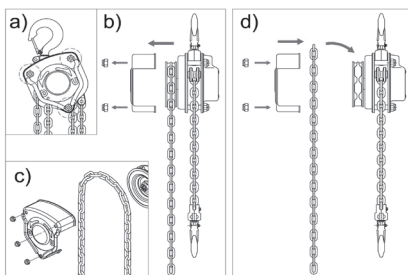

Fig. 4
- Das Hebezeug, einschließlich der Lastkette und der Haken, darf nicht von unbefugtem bzw. nicht autorisierten Personal auseinandergelegt oder repariert werden, mit Ausnahme der Entfernung der Schutzabdeckung der Handkette, die für deren Austausch durch den Benutzer erforderlich ist. Bei nicht autorisierten Demontagen oder Reparaturen haftet Beta Utensili nicht für alle daraus entstehenden Folgen. Hinweis: Das Verfahren zum Auswechseln der Manövrierkette ist in Abbildung 4 dargestellt.